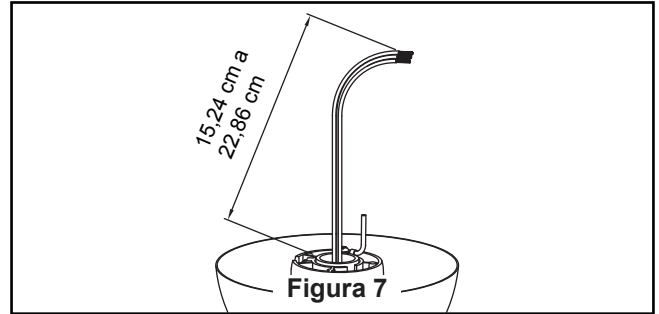

Figura 7
7. Corte el exceso de cable aproximadamente de 15 a 23 cm (6 a 9 pulgadas) por encima de la parte superior del barral. Pele 1,2 cm (1/2") del aislamiento en cada extremo del cable. (Figura 7)